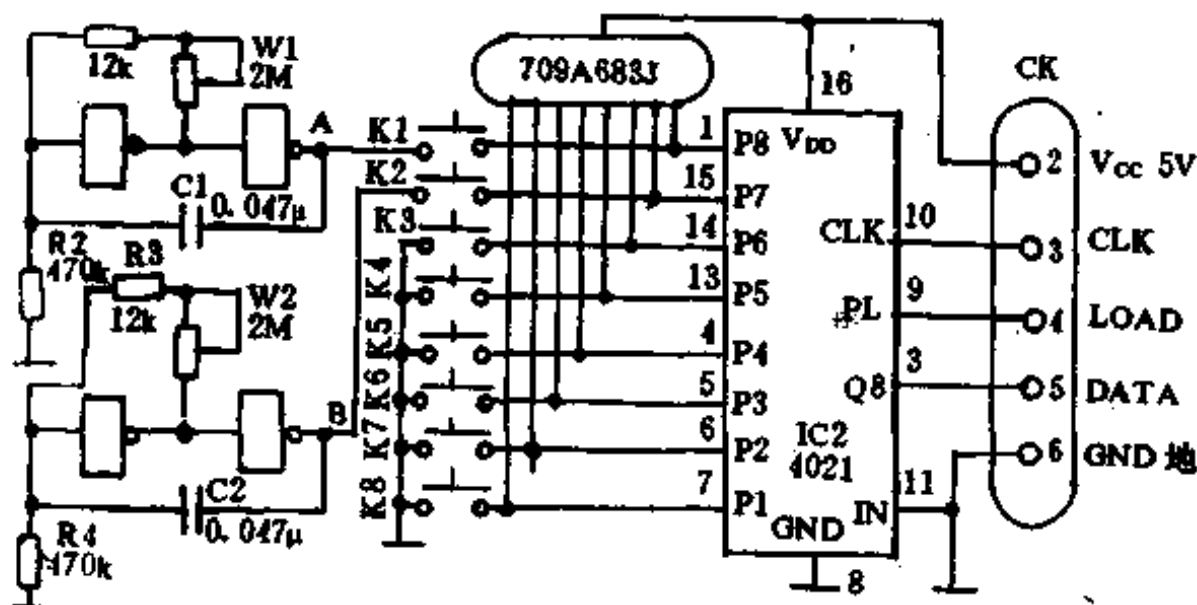
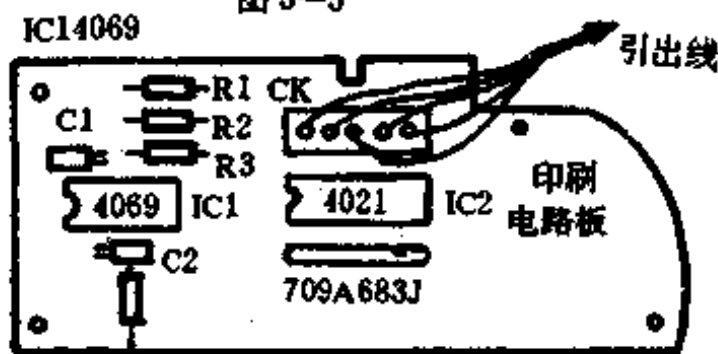

图 3-5
图 3-6
胜天游戏机有两个操纵盒,图 3-5 所示是操纵盒 I 的电路图,图 3-6 示出了它的印制板元件排布图。另一个操纵盒即操纵盒 II 的电路与操纵盒 I 略有不同,主要多了一只话筒(MIC)和没有“启动”和“选择”开关,IC2 的⑬、⑭脚接 V_{CC} 。